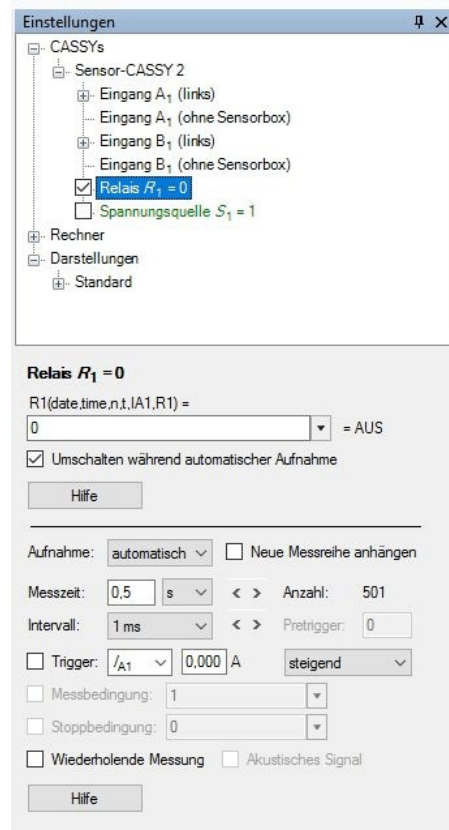

Abb. 3
- 6.2 Aktivieren Sie im Einstellungs-Fenster unter "Sensor-CASSY" das Relais (Häkchen setzen, vgl. Abb. 3)